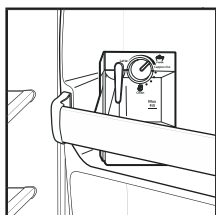

Рис. 9
- Нажмите и удерживайте кнопку (24) в течение 3 секунд для приготовления молочной пенки.
- По вашему усмотрению вы можете отключить данную функцию повторным нажатием кнопки (24).
- В случае если после приготовления кофе в емкости ещё осталось молоко или сливки, вы можете извлечь емкость для молока и убрать её в холодильник (Рис. 9).